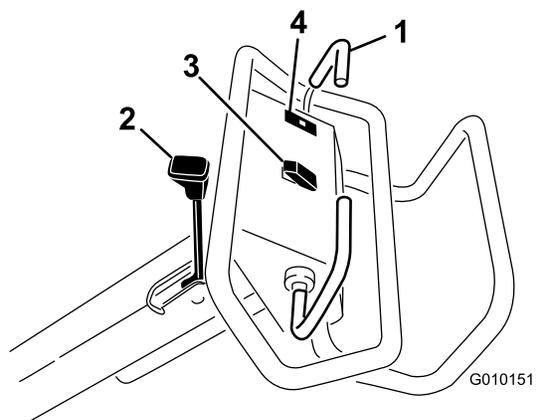

Figura 13
Per avanzare, spostate in avanti la barra di comando della trazione. Per spostarvi in retromarcia, tirate indietro la barra di comando (Figura 13).
- Per inserire il freno di stazionamento spostate la relativa leva verso la stegola dell'operatore (Figura 13).
La spia di avvertenza della pressione dell'olio (Figura 13) si illumina quando la pressione dell'olio motore scende al di sotto di un livello di sicurezza. Se si riscontra una bassa pressione dell'olio, spegnete il motore e determinatene la causa. Riparate il danno prima di riavviare il motore.
Sollevamento – Premete la parte superiore dell'interruttore (Figura 13) per sollevare e disinnestare la testa di carotaggio. Il motore deve girare per generare la pressione di sollevamento. Se la testa di carotaggio si trova al di sotto dell'altezza di trasferimento, fate riferimento a Reset del circuito di controllo del sistema \(pagina 27\).
Abbassamento/Innesto – Premete la parte inferiore dell'interruttore (Figura 13) per abbassare la testa di carotaggio e innestarla. Per attivare l'interruttore la barra di comando della trazione deve essere spostata in avanti.